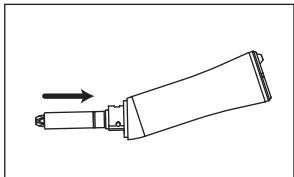

Fig. 9
- 1) Inserire l'albero di trasmissione fino a farlo entrare in contatto con il gambo. (Fig.9)